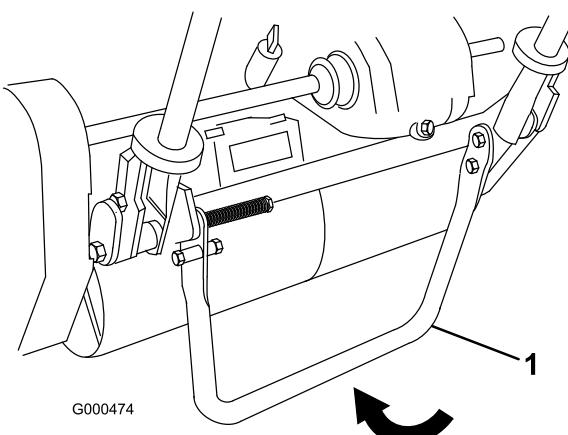

図 16
1. キック・スタンドを立てる（スタンドを足で下げるながらハンドルを持ち上げる；図 16）。